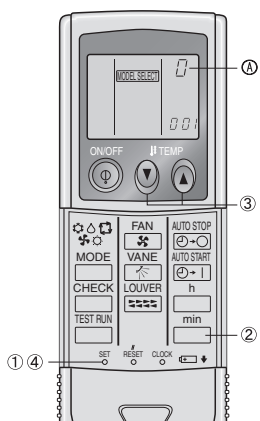

Fig. 6-9
- ① Appuyer sur le bouton SET à l'aide d'un objet pointu. Intervenir lorsque l'affichage de la télécommande est éteint.
- ② Appuyer sur la touche AUTO STOP ⑫. **MODEL SELECT** clignote et le No de configuration est allumé ③. (Configuration No 01: sans vitesse automatique du ventilateur)
- ③ Appuyer sur les touches temp. ⑨ ⑩ pour régler la configuration No 02. (Configuration No 02: avec vitesse automatique du ventilateur)
- ④ Appuyer sur le bouton SET à l'aide d'un objet pointu. **MODEL SELECT** et le No de modèle s'allume pendant 3 secondes, puis s'éteint.
3) Attribution d'une télécommande sans fil infrarouge à chaque appareil (Fig. 6-9)
4) Réglage du numéro de paire de télécommande sans fil infrarouge (Fig. 6-9)
- ① Appuyer sur le bouton SET à l'aide d'un objet pointu. Cette opération s'effectue quand l'affichage de la télécommande sans fil infrarouge est éteint. **MODEL SELECT** clignote et le numéro du modèle s'allume.
- ② Appuyer deux fois sans relâcher sur le bouton ⑪. Le numéro « 0 » clignote.
- ③ Appuyer sur le bouton temp. ⑨ ⑩ pour attribuer le numéro de paires de votre choix. Si l'opération est erronée, appuyer sur la touche ON/OFF ⑧ et recommencer à partir du point 2.
- ④ Appuyer sur le bouton SET à l'aide d'un objet pointu.